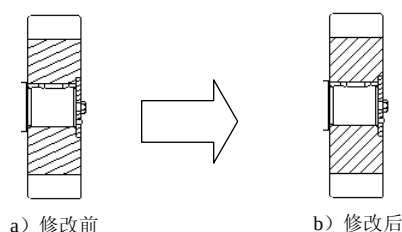

图 3.9.6 修改铣刀头的剖面线
(4) 修改铣刀头的剖面线。在菜单中选择 Pick (拾取) 命令, 在图形区选取图 3.9.6 所示的铣刀头, 设置剖面线的角度值为 45, 剖面线间距值为 3.8, 结果如图 3.9.6b 所示。